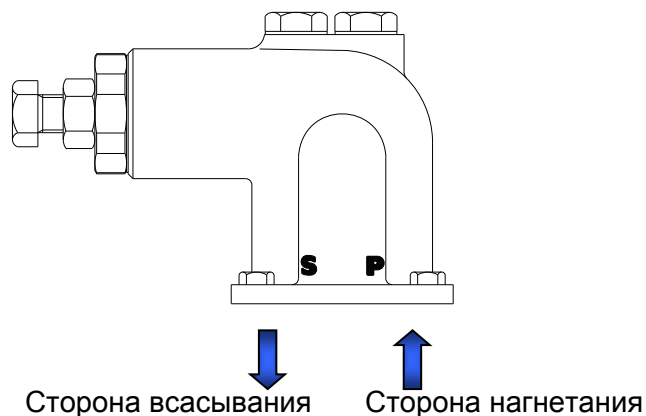

Рисунок 25: места на клапане с пометками **S** (сторона всасывания) и **P** (сторона нагнетания).
*Перепускным клапаном* называется клапан, который поставляется компанией DESMI A/S и устанавливается на насос ROTAN (см. рисунок 25). Перепускной клапан обеспечивает защиту только насоса и двигателя. Перепускной клапан не служит для защиты всей системы трубопроводов. Перепускной клапан обеспечивает защиту насосов в случае кратковременного повышения избыточного давления, а не в случае повышения постоянного давления. Функция клапана подробно описана в разделе 12.3, «Принцип работы клапана».